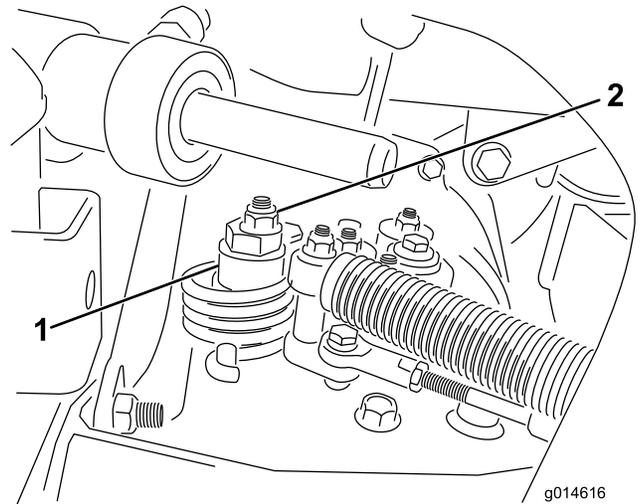

图 39
- A. 松开将偏心螺栓固定到静液压泵顶部的螺母图 39。
- C. 旋转偏心螺栓直到不再出现任何方向的缓慢前移。当轮子停止旋转时旋紧螺母锁定偏心螺栓和调整图 39。将油门移至慢速和快速位置验证调节情况。